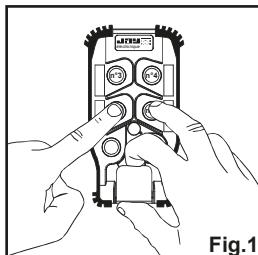

Fig.1
- 3- - Die Tasten Nr. 1 und Nr. 2 gedrückt halten und dabei die Notaustaste entriegeln (Abb. 1).